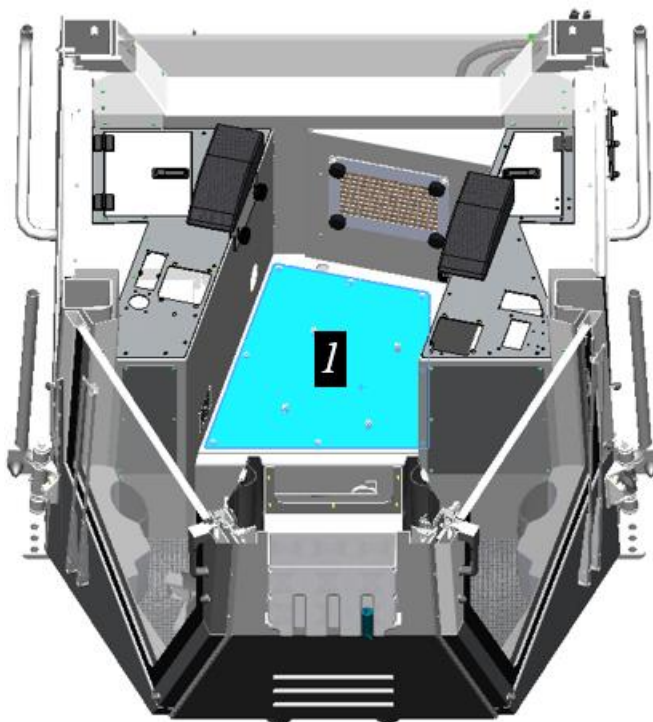

Рисунок 3.152. Процедура демонтажа листа пола в кабине оператора
- ▶ Снять лист пола, предварительно открутив 6 крепежных винтов по периметру, см. поз. 1, рис. 3.152.